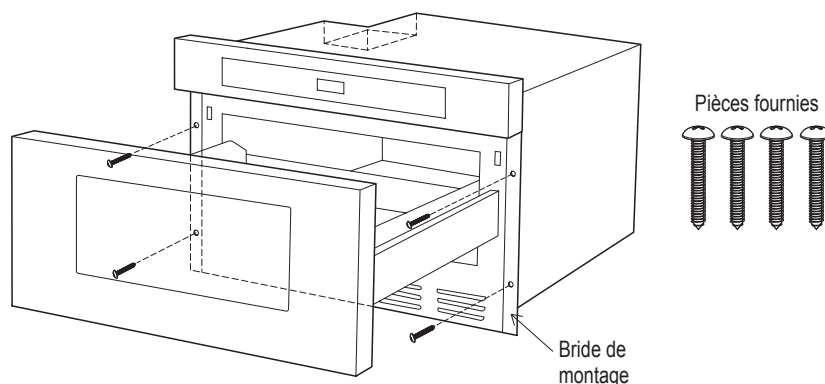

Figure 8
3. Glissez le tiroir jusqu'à ce que la bride de fixation soit au même niveau que la face de l'armoire. Voir la figure 8.
4. Ouvrez le tiroir. Utilisez les quatre trous du tiroir comme gabarit pour percer des trous de guidage dans l'armoire à l'aide d'une mèche de 1/16 po. Voir la figure 8.